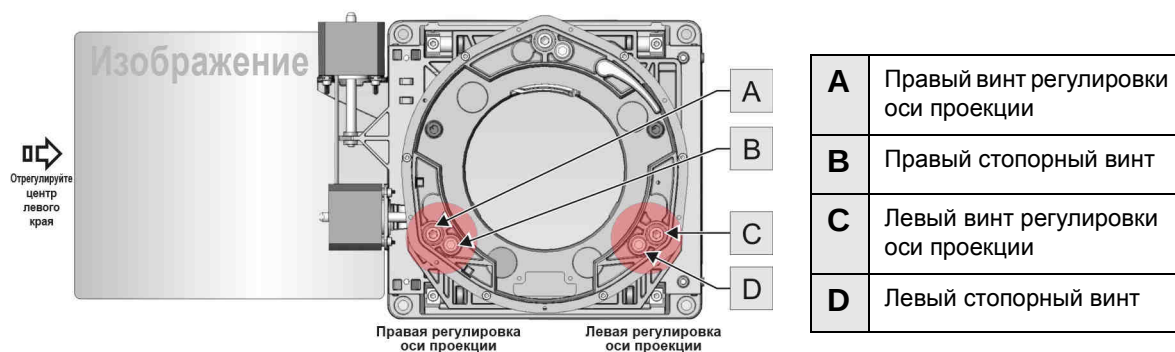

Рис. 2-18 Горизонтальная регулировка оси проекции
3. Ослабьте правый стопорный винт с помощью шестигранника на 5 мм (**1.Рис. 2-18/В**).
4. Поверните правый регулировочный винт (**1.Рис. 2-18/А**) на 1/16 оборота по часовой стрелке с помощью шестигранника на 5 мм.
5. Поверните левый регулировочный винт **на тот же угол** в противоположном направлении (1.Рис. 2-18/С).